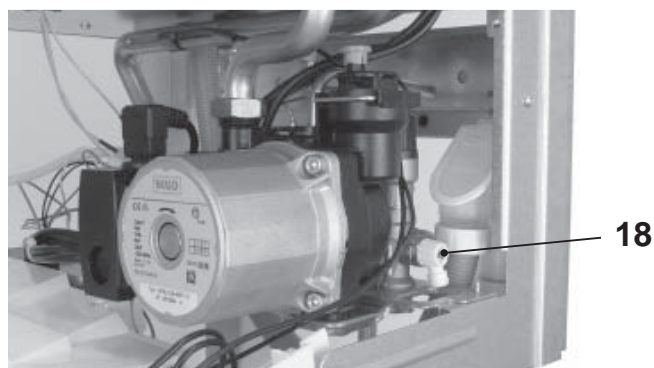

Fig. 9.3
- Allentare il rubinetto di svuotamento caldaia 18 indicato in Fig. 9.3.